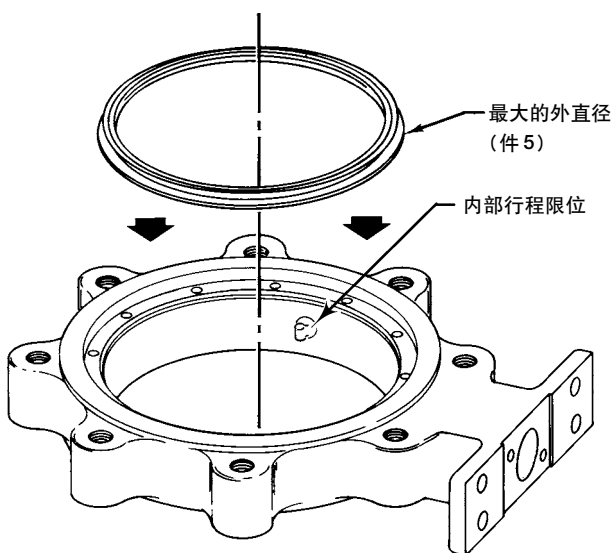

图8. 典型的密封的安装
在将密封环安装进阀体之前，将O形环（件6）置入密封环宽的外面凹槽里。请参考图8。
的外直径进入阀体的T形槽区（见图8）。用端面粗钝的螺丝刀开始推动较宽直径的棱边进入阀体的T形槽。你若有维修成套工具，就用密封件的安装工具。
1. 找到更换用的密封环（件5）的位置并注意该环的形状。如图8所示，该环的一个棱边的跨越直径较宽而另一棱边的跨越直径较窄。围绕外圆周是一个宽度的凹槽。
当把执行机构连接固定到阀门时,应确保阀门蝶板不与阀门内部行程限位(见图8)接触。阀门蝶板应定位于离开阀体里内部限位0至0.030英寸(0.75毫米)的地方(见图8)。